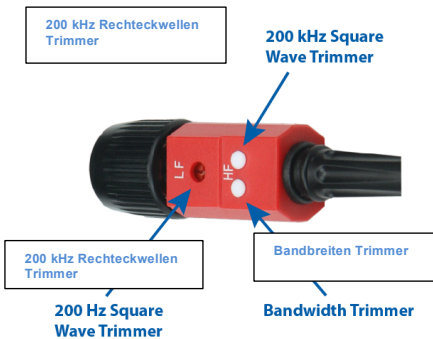
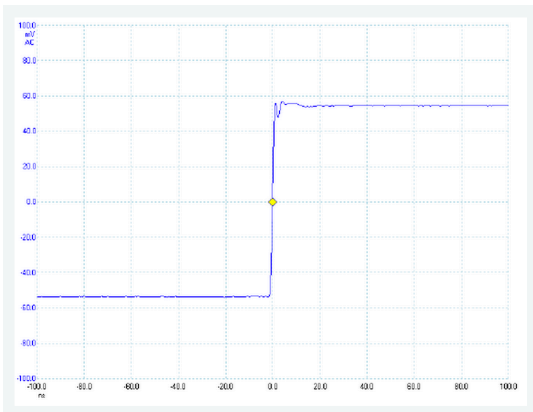

Abbildung 3: Frequenz Kompensation Trimmer
Abbildung 5: Gute Kompensation
3. Drehen Sie den 200 Hz Trimmer (Abbildung 3) mit dem Trimmerwerkzeug, sodass eine flache Rechteckwelle entsteht (Abbildung 5).
7. Drehen Sie den Bandbreiten Trimmer, um somit die Bandbreite der Sonde einzustellen. (Abbildung 3).
Abbildung 5 zeigt eine perfekt kompensierte Sonde.